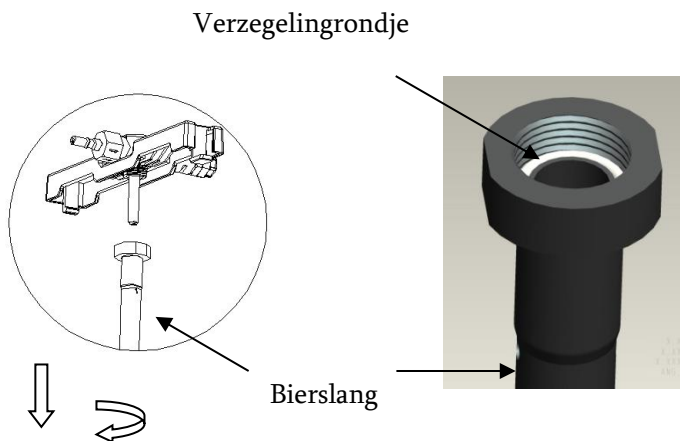

Figuur 33
B. HOE DE BIERSLANG OMWISSELEN (zoals getoond in figuur 33)